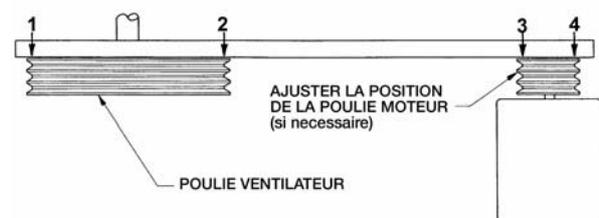

Figure 17 - Vérification de l'Alignement des Poulies.
9. Comme vérification finale, poser une règle droite d'une poulie à l'autre. Elle doit avoir quatre points de contact. (Voir Figure 17.) Ajuster la position de la poulie moteur si nécessaire.
Vérifier les tamis de la section bassin, pour être certain qu'ils sont en bonne position au dessus de l'aspiration de la pompe, le long de la hotte anti-vortex. (Voir Figure 17)